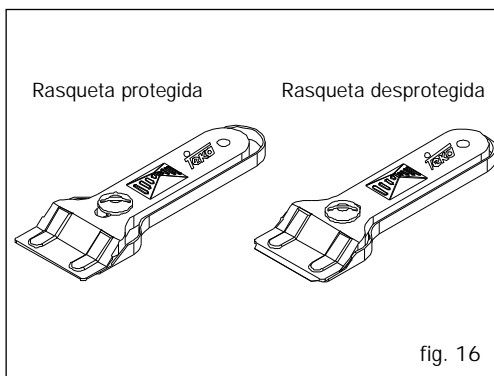

fig. 16
- Después de terminar el trabajo con la rasqueta, replegar y bloquear siempre la cuchilla. (Ver fig. 16).